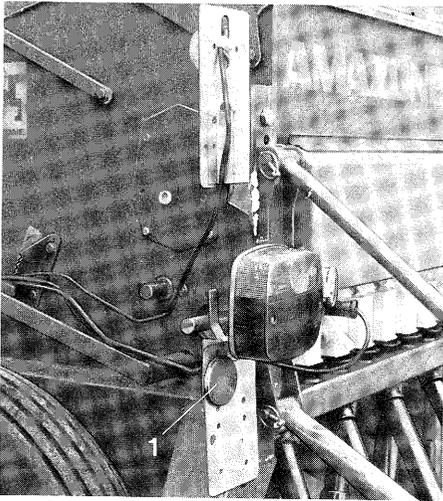
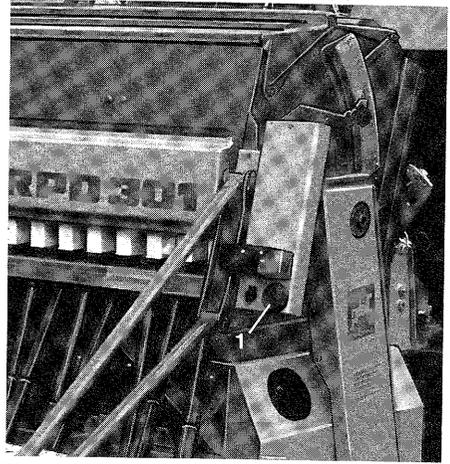

Fig. 65
Fig. 66
- Mettre en place sur les porte-lanternes latéraux du semoir l'éclairage réglementaire (fig. 65) à la partie supérieure pour l'éclairage dirigé vers l'avant (dans le sens de l'avancement) et à la partie inférieure pour l'éclairage dirigé vers l'arrière. Soulever le semoir de façon à ce que l'écart chaussée-cataphote (fig. 65/1, 66/1) n'excède pas 900 mm. La figure 66 représente l'éclairage monté à poste fixe (code de commande : 30690), qui n'est pas retiré dans les champs.